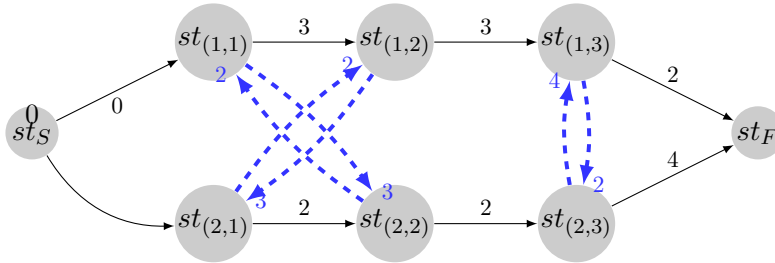

FIGURE 1 – Exemple de Job Shop
Les contraintes (2), (3) et (4) de ce problème peuvent être représentées par le graphe de la figure 1 sur lequel on a introduit les opérations fictives  $S$  et  $F$ . Dans ce graphe, un arc entre deux sommets  $st_{(i,j)}$  et  $st_{(i',j')}$ , représentent la contrainte  $st_{(i',j')} \geq st_{(i,j)} + l_{(i,j)}^{(i',j')} \Leftrightarrow st_{(i',j')} - st_{(i,j)} \geq l_{(i,j)}^{(i',j')}$  où  $l_{(i,j)}^{(i',j')}$  est la valeur de la distance entre  $st_{(i,j)}$  et  $st_{(i',j')}$  (pour le problème étudié, cette distance vaut  $p_{(i,j)}$ ). Les arcs représentés en trait plein représentent les contraintes (2) et (4) : ils traduisent les contraintes temporelles du problèmes et sont appelés arcs conjonctifs. Les arcs représentés en pointillé correspondent aux contraintes (3) : ils traduisent les contraintes de partage de ressources ; ils sont appelés arcs disjonctifs.